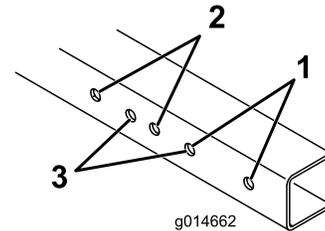

Bild 2
1. **Bild 2** zeigt, welche Befestigungslöcher Sie für die entsprechende Breite des Grünsmähers verwenden sollten.
Hinweis: Ist der Greensmaster 1000, 1010 und 2000 mit einem Groomer ausgerüstet, muss die Radachse am Groomerende entfernt werden. Sie müssen eine neue Radachse (Bestellnummer 106-5385) erwerben und einbauen. Die Schienen am Groomerende müssen außerdem in den Bohrungen für den Greensmaster 1600 und 1610 befestigt werden (Bild 2).